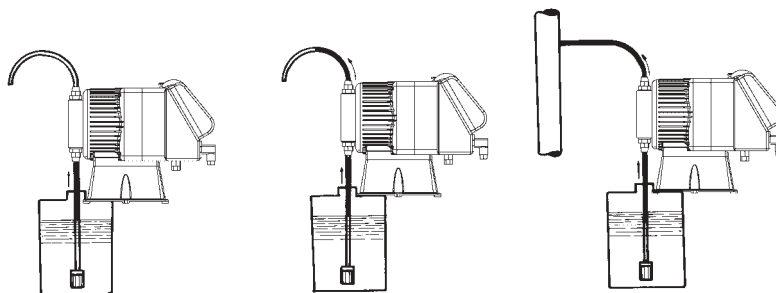

Fig. 8
f. Adescamento della pompa: qualora la pompa sia dotata di valvola di spurgo collegare il tubetto di mandata e seguire la sequenza mostrata in fig.8.